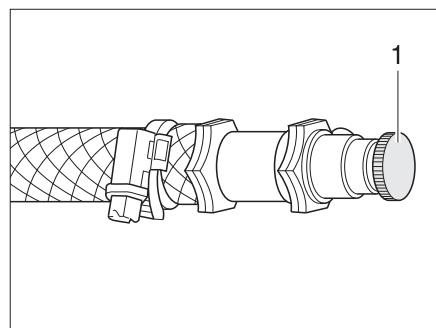

Fig. 153 Valvola di sfiato del riscaldamento ad acqua calda
- Aprire la valvola di sfiato (Fig. 153,1) e lasciare uscire tutta l'aria presente nel circuito.